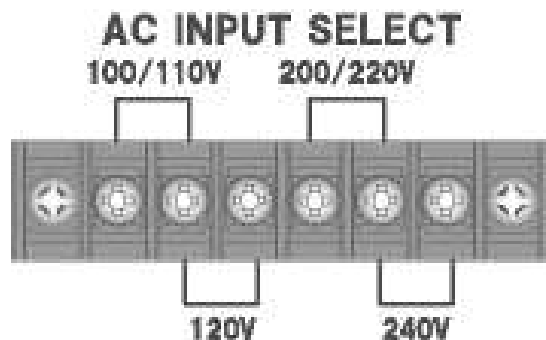

図 10 AC 入力電圧切替端子
⑨ AC 入力電圧切替端子
本器を駆動するための AC の入力電圧を設定します。本器は、図 10 で示した端子の組み合わせの中から 1 ヶ所 (2 端子) を選択し、端子台に取り付けられているショート・バーを切り替えることで “⑧AC 電源入力” の入力電圧を AC100/110V, AC120V, AC200/220V, AC240V のいずれかの電圧に変更することができます。